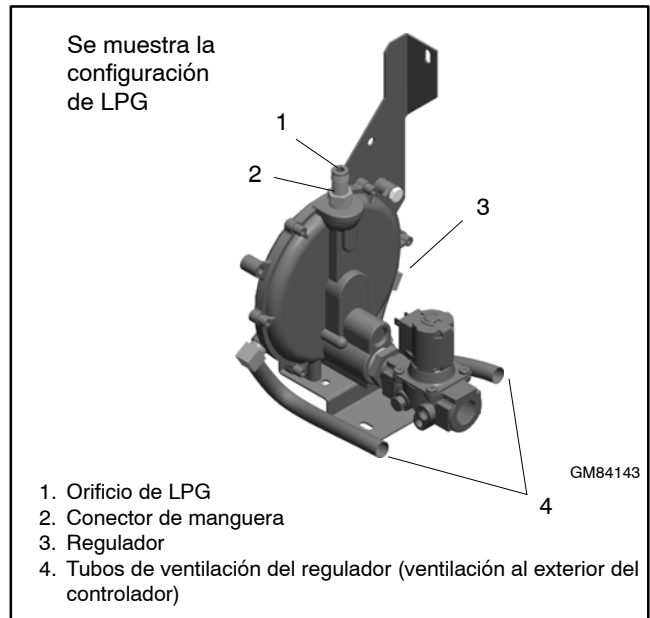

Figura 1-13 Regulador de combustible y orificio de LPG, 20RESA/RESAL
Para el combustible LPG se usa un orificio en la tubería de combustible. Normalmente, la unidad se envía configurada para gas natural, con el orificio suelto atado cerca de la válvula de solenoide de combustible. Para convertir a LPG, instale el orificio de LPG como se describe a continuación. Consulte la Figura 1-13 para conocer la ubicación de los componentes del sistema de combustible.
5. Retire la abrazadera de manguera y la manguera de combustible desde el conector de la manguera. Consulte la Figura 1-13.
6. Inserte el orificio LPG en el conector de la manguera. Consulte la Figura 1-13.